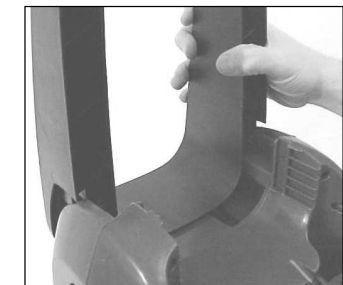

Figure 1
- Assembler la poignée en la glissant dans l'appareil et la fixant à l'aide de quatre vis (fournies) tel qu'illustré dans les figures 1 et 2.